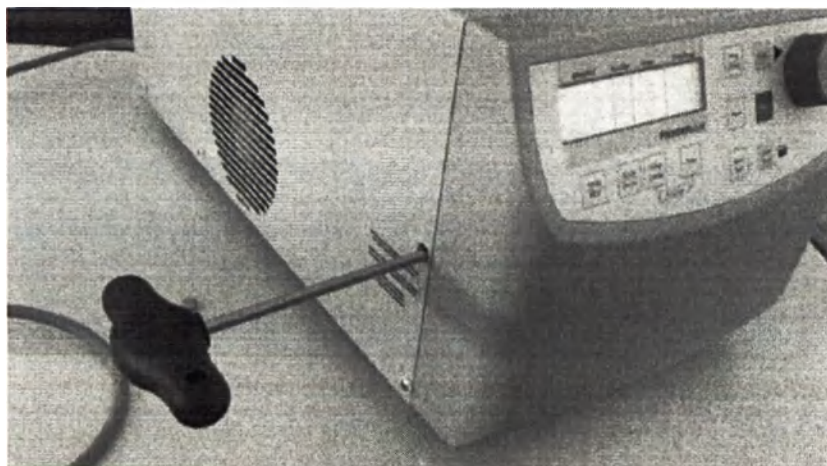

Рис. 38
3. Введите в отверстие торцевой гаечный ключ из комплекта принадлежностей центрифуги (см. рис. 38).